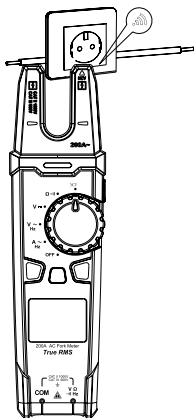

Рис.7. Бесконтактное обнаружение переменного напряжения (NCV)
- 1) Установите переключатель в режим NCV (см. рис. 7).
- 4) Если напряжение электрического поля ≥ 100 В (AC), на дисплее будут отображаться символы «-», количество которых («-», «- -», «- - -» или